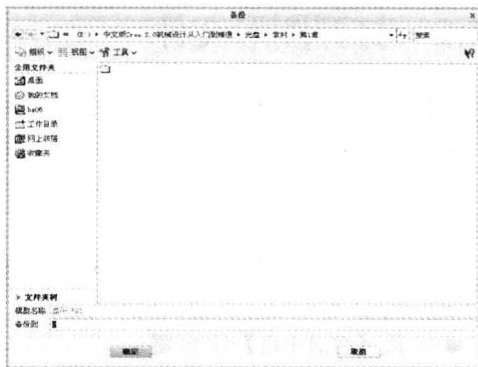

图 1-27 “备份”对话框
- 保存备份：将对象以当前文件名备份到当前目录。单击该命令，弹出“备份”对话框，如图 1-27 所示，在其中不可以更改文件的文件名，但可以设置保存路径。